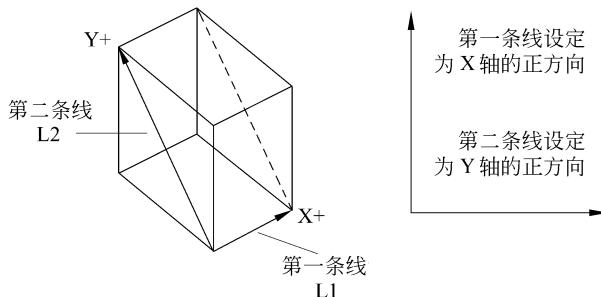

图 1-12 两条线定义构图平面
① flat entity：以一个平面图素来设置构图平面，可以选择一个二维 Spline 曲线，或一个圆弧，或是其他任何一个位于平面上的单一图素。
② 2 lines：用屏幕上已存在的两条线来定义构图平面。要注意选择的顺序，第一条线决定 X 的正方向和构图平面的工作深度，第二条线决定 Y 的正方向，如图 1-12 所示。